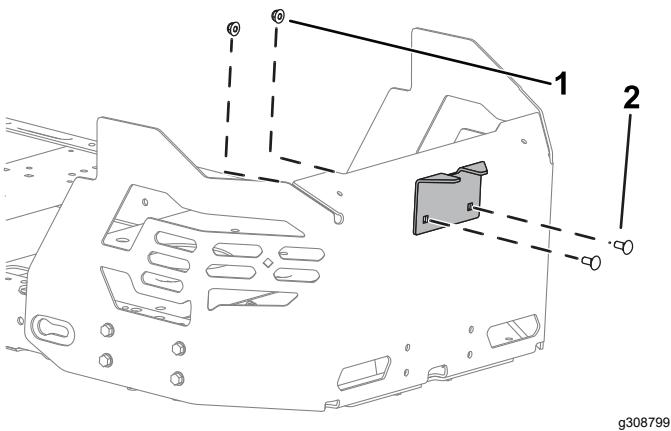

Figura 14
2. Montai suport pentru stabilizator la apărătoarea pentru motor folosind 2 uruburi de fixare ($5/16 \times \frac{3}{4}$ ") și 2 contrapiulițe ($5/16"$) ca cum se arată în Figura 14.